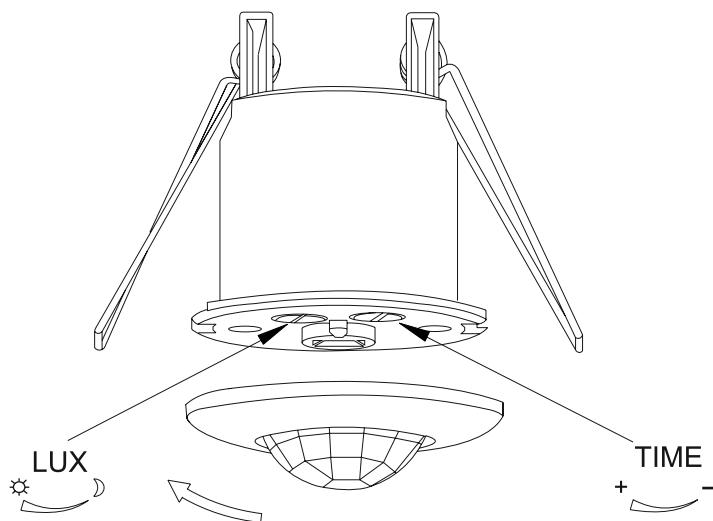

Рисунок 17 - Датчик руху DR 17B, DR 14A
- повернути проти годинникової стрілки кришку із лінзою датчика. Зняти кришку (рисунок 17)